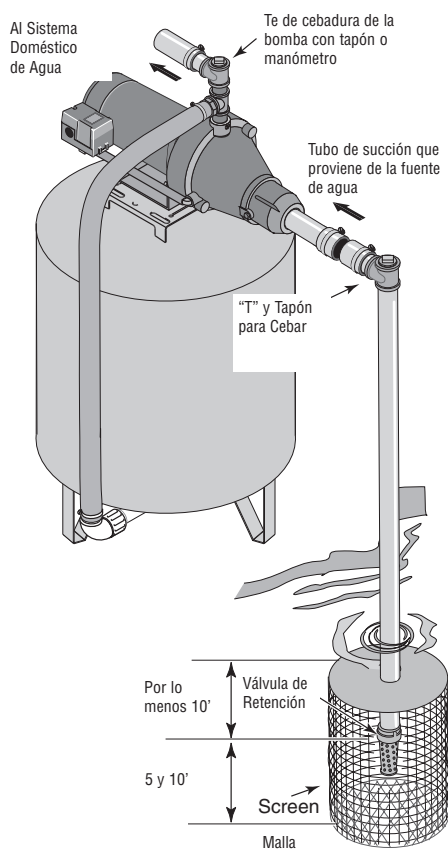

Figura 3: Instalación para agua superficial
Instalación para agua superficial (Figura 3)
2. Instale una válvula de retención y la tubería de succión (vea la Figura 3). Asegúrese de que la válvula de retención funcione libremente. Utilizar cinta selladora de PTFE para roscas de tubería sobre las juntas roscadas de la tubería. Proteja la conexión de la válvula de retención de peces, basura, etc., con la instalación de una malla de alambre a su alrededor (Vea la Figura 3).
4. Instale una "T" para cebar, tapón para cebar y la tubería de succión a la bomba (vea la Figura 3). Soporte la tubería para que no haya inclinaciones verticales o hundimientos en ella a fin de que no ejerza tensión sobre el cuerpo de la bomba y con el propósito de que no se incline ligeramente hacia arriba desde el pozo hacia la bomba (los puntos altos pueden ocasionar que se formen bolsas de aire que pueden bloquear la bomba). Sellar las juntas de la tubería de aspiración con cinta selladora de PTFE para roscas de tubería. Las juntas deben ser a prueba de agua o estar herméticamente cerradas. Si la tubería de succión pudiera succionar aire, la bomba no podrá sacar agua del pozo.